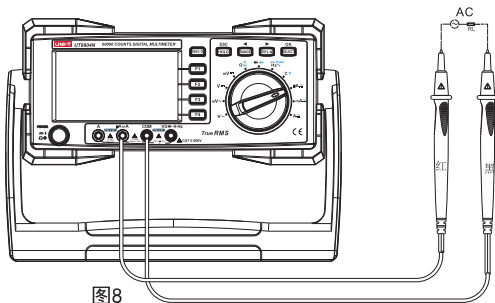

图8
- (1) 将红表笔插入“ μA mA”或“A”插孔，黑表笔插入“COM”插孔。
- (2) 将仪表的旋转开关转到 $\mu\text{A}\approx$ 或 $\text{mA}\approx$ 或 $\text{A}\approx$ ，按SELECT键选择所需测量的直流，如图8. 将仪表表笔串联待测回路中。